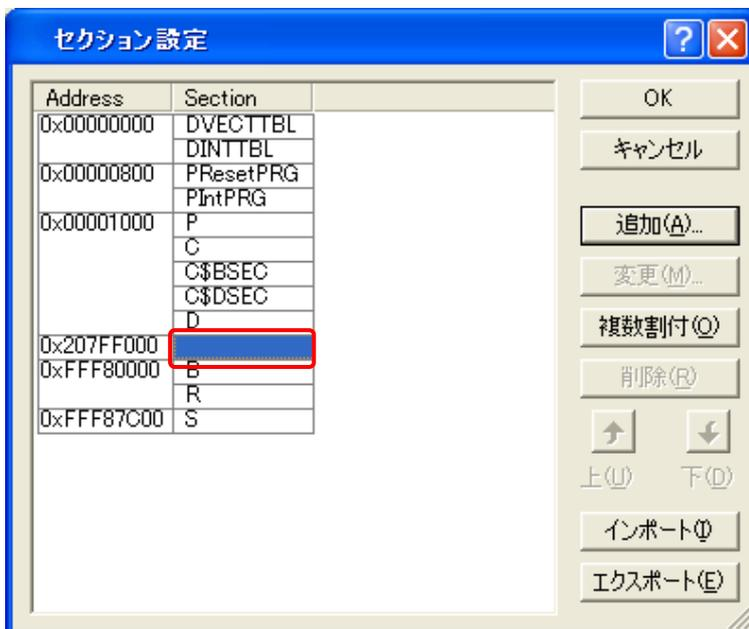

図5.3.12 セクション設定④
- (4) セクションアドレスが追加され、[セクション]ダイアログボックスに戻ります。図5.3.12に示すように空白の「Section」を選択し、"追加"ボタンをクリックします。